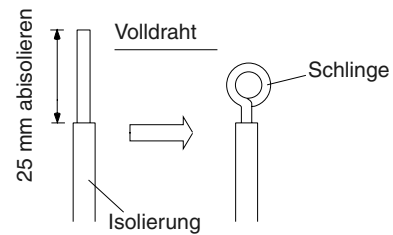

Abb. 3-99
- (1) Das Ende des Kabels mit einem Seitenschneider beschneiden, dann die Isolierung abziehen, um ungefähr 25 mm des Volldrahts freizulegen. (Abb. 3-99)
- (2) Die Klemmschraube(n) an der Klemmenplatte mit einem Schraubendreher entfernen.
- (3) Den Draht mit einer Zange zu einer für die Klemmschraube geeigneten Schleife biegen.
- (4) Die Schleife gut ausformen, an der Klemmenplatte ansetzen und mit dem Schraubendreher und der zuvor entfernten Schraube sicher befestigen.